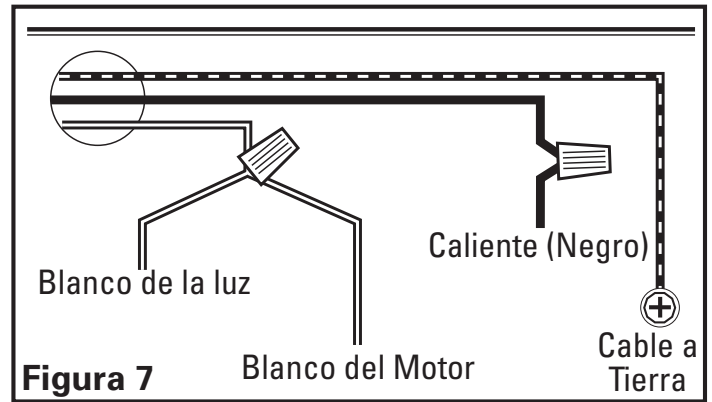

Figura 7
1. Conecte los 2 cables Blancos sueltos de la campana de extracción al cable Blanco del suministro, y el cable Negro suelto de la campana de extracción con el cable Negro del suministro. Conecte el cable a tierra (verde o descubierto) del suministro con el tornillo verde a tierra de la campana. Use métodos aprobados para todas las conexiones (**Figura 7**).